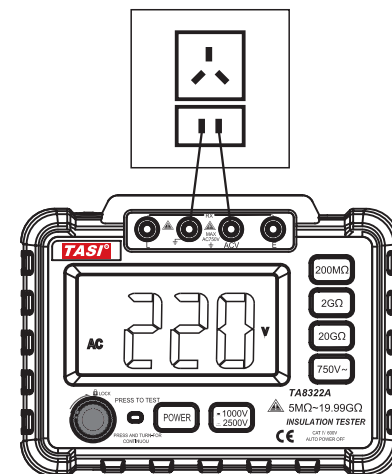

图1
- 3.AC750是测量交流电压用的, 测量时只有按下该键, LCD显示屏为AC000V, 红表笔插入ACV孔, 黑表笔插入G孔, 将测试表笔可靠接触测试点, 屏幕上即显示被测电压(如图1)。